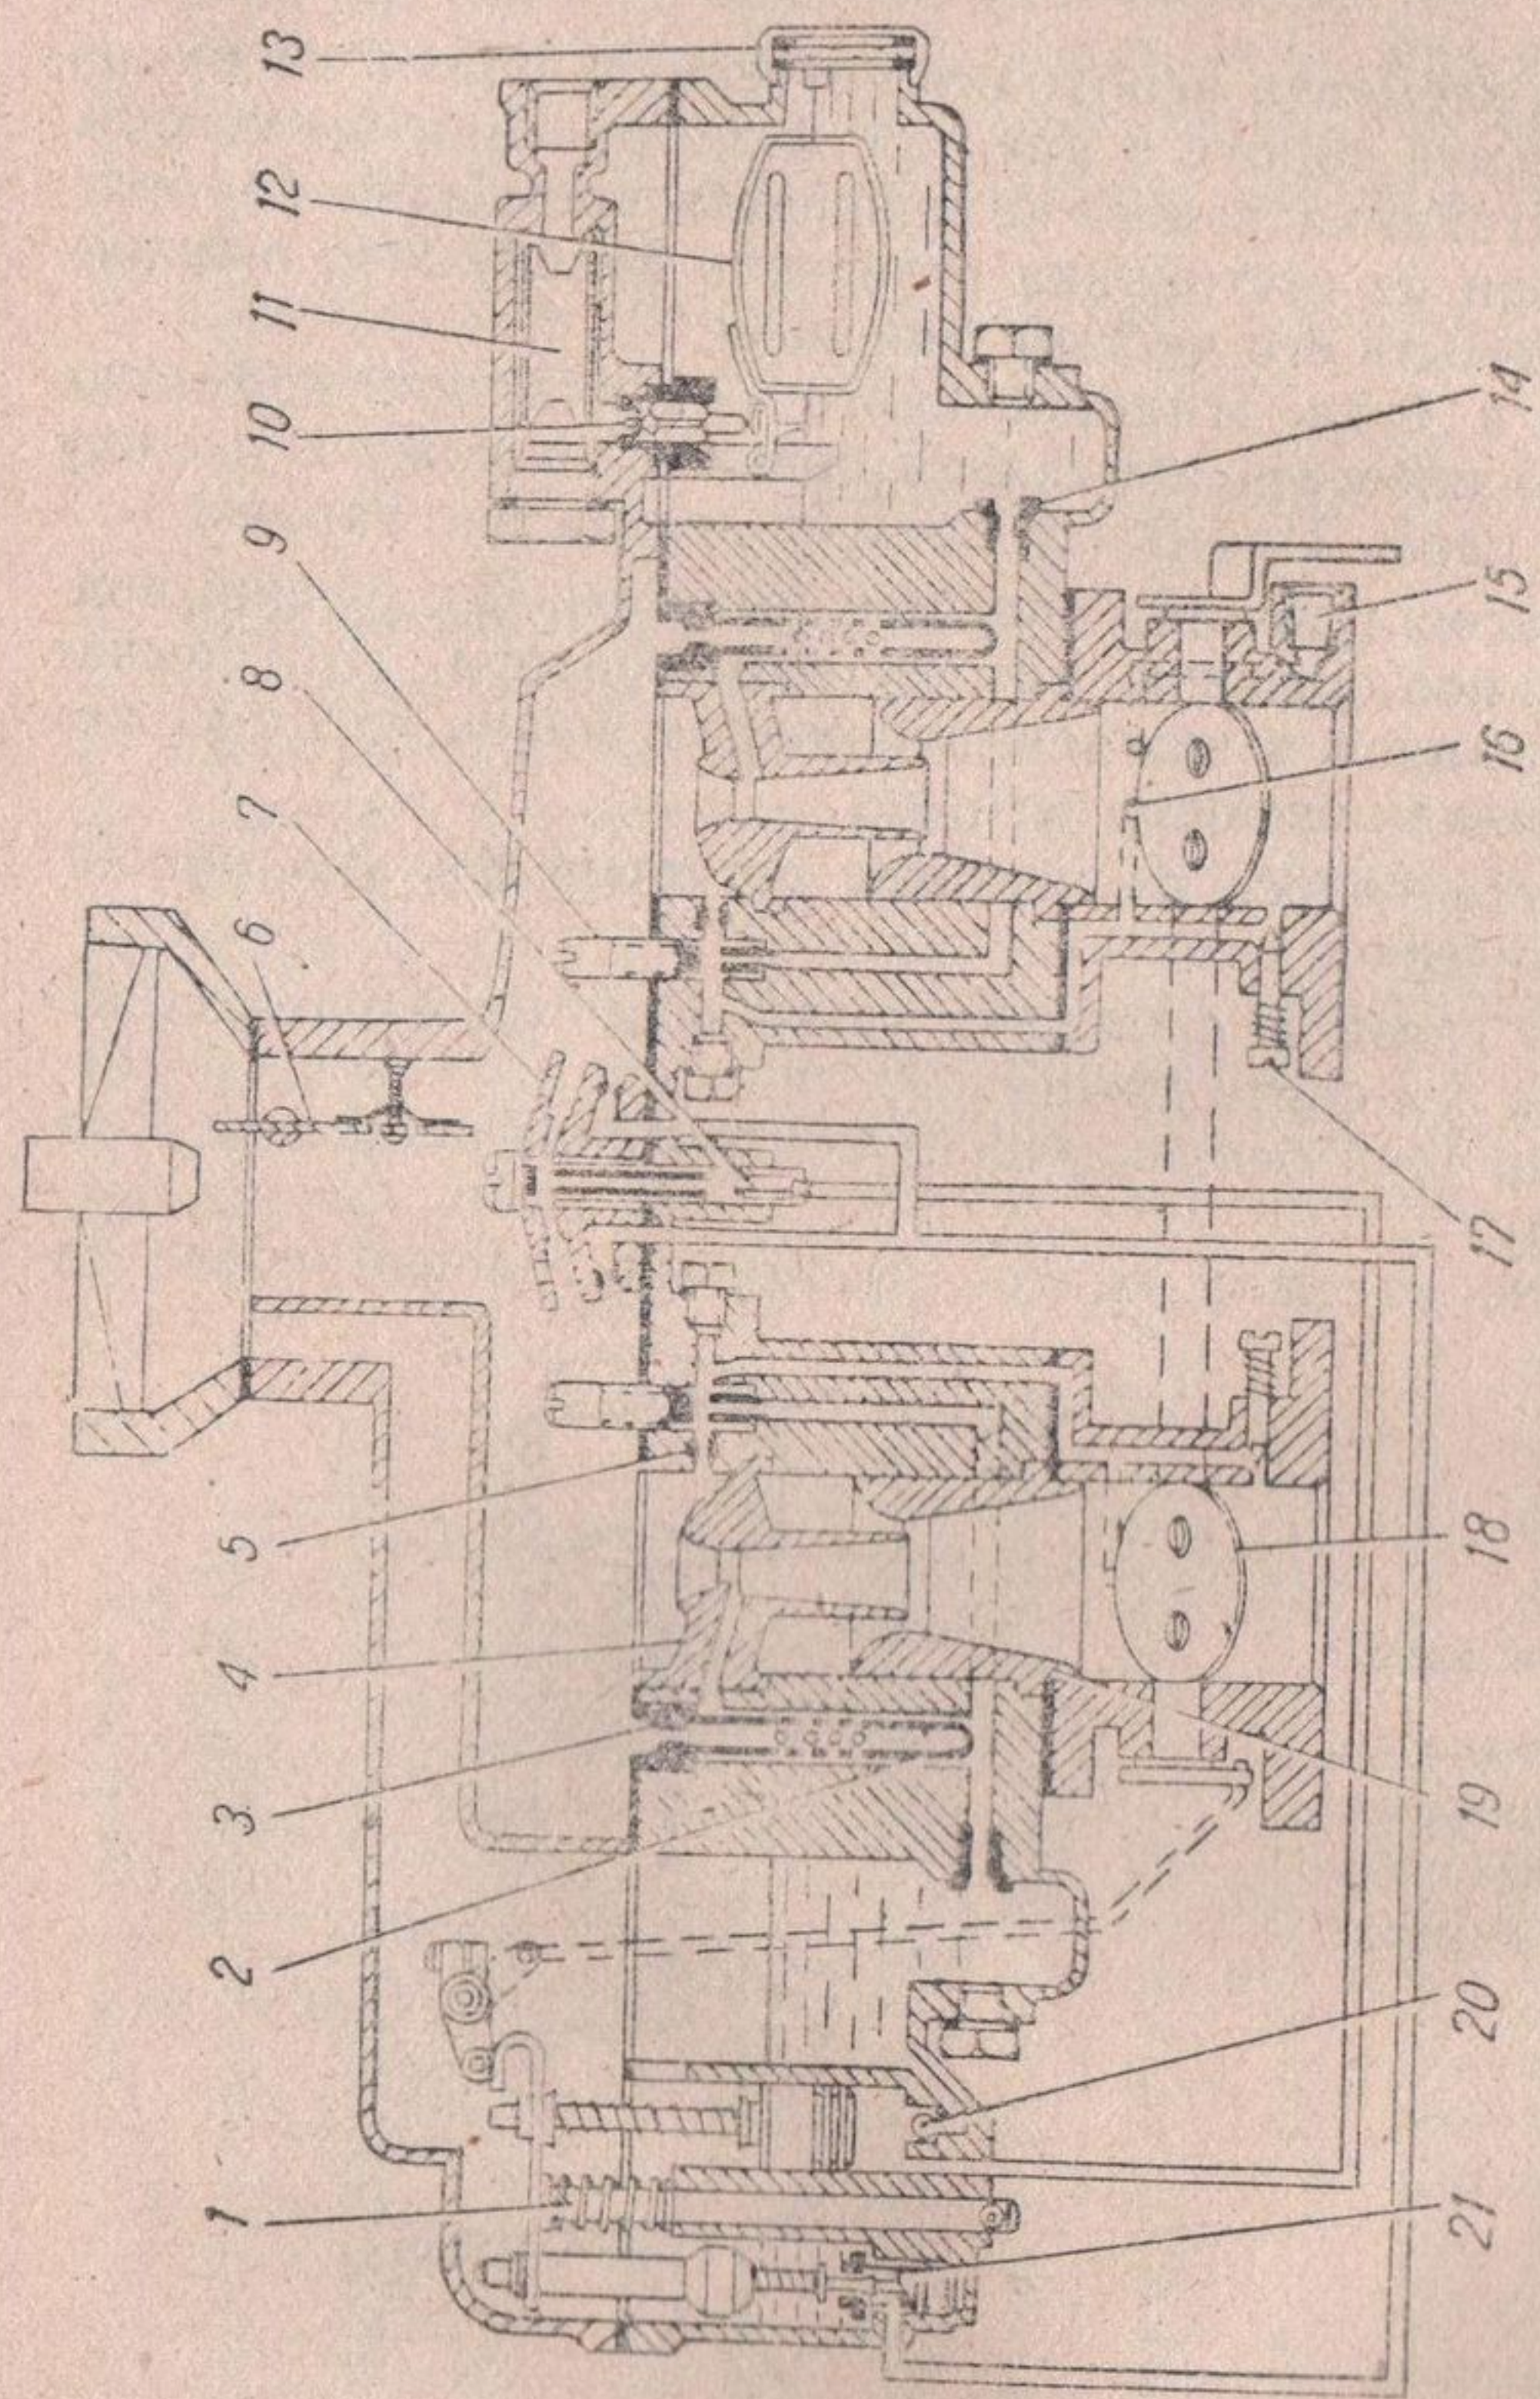

Рис. 11. Схема карбюратора К-126И:
**Карбюратор К-126И** (рис. 11) двухкамерный, с падающим потоком смеси и балансированной поплавковой камерой. Каждая камера карбюратора действует независимо от другой и питает три цилиндра через впускную трубу, разделенную перегородкой на две ветви.